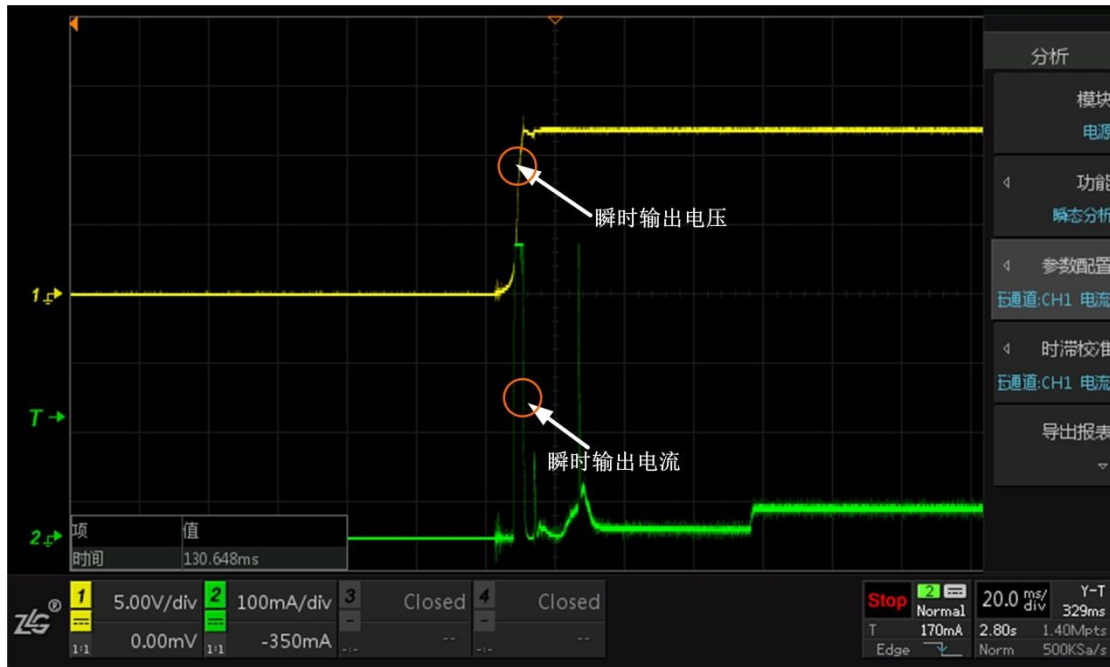

图 7.17 瞬态分析
(3)、最后给电源上电，上电瞬间的负载电压/电流变化到稳定状态即可被抓出来，测量结果显示在左下角，如图 7.17 所示。